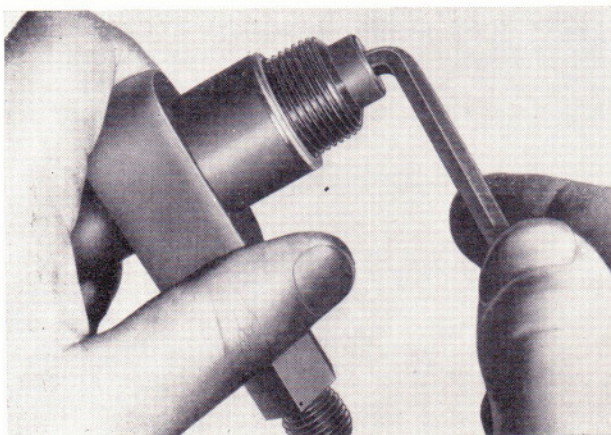

Bild 148
- Druckeinstellkappe mit 5-mm-Sechskantstiftschlüssel herauserschrauben (Bild 148).